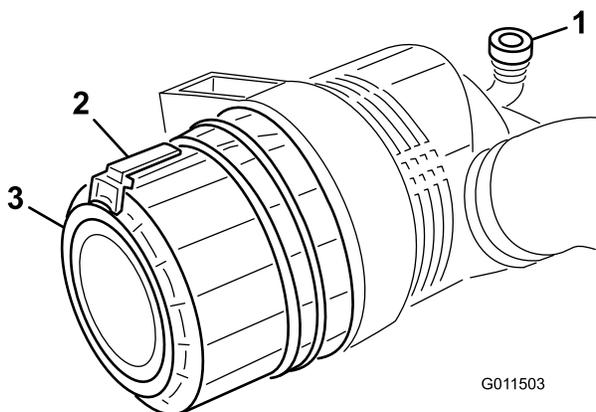

Bild 53
1. Ziehen Sie den Riegel nach außen und drehen Sie die Luftfilterabdeckung nach links (Bild 53).